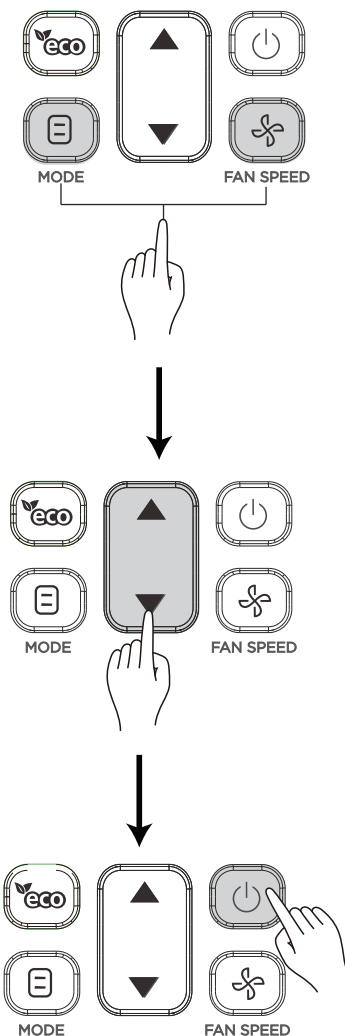

Figura 32
3. Una vez realizado el ajuste, presione  o espere 5 segundos para guardar los ajustes del parámetro. La secuencia de funcionamiento del botón es la que se muestra en la Figura 32.